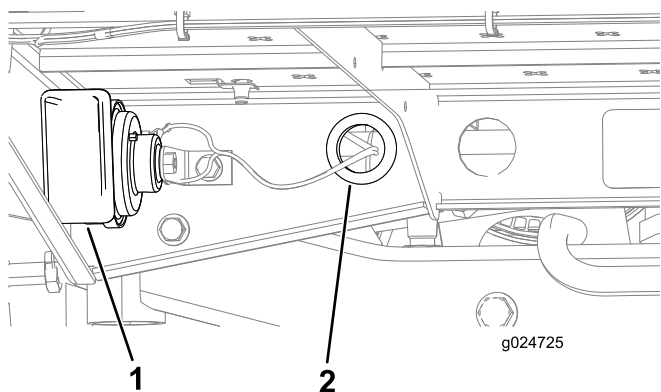

図 9
3. 後部アングルプラットフォームの穴についているグロメットハトメにワイヤハーネスを通してホーンへ導く 図 9。